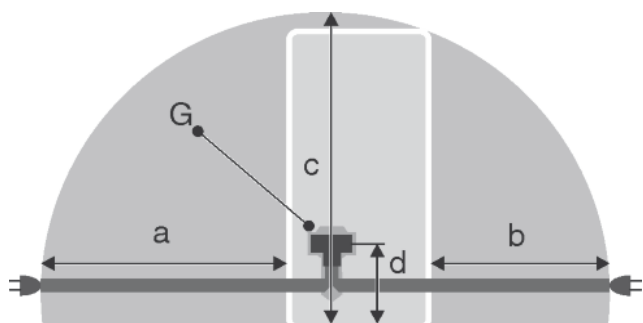

Fig. 22
- Розетка находится вне зоны задней стенки в данной зоне. *Fig. 22 (a, b, c)*
- ▶ Штекер устройства *Fig. 22 (G)* подсоединить с задней стороны устройства. Следить за правильной фиксацией.